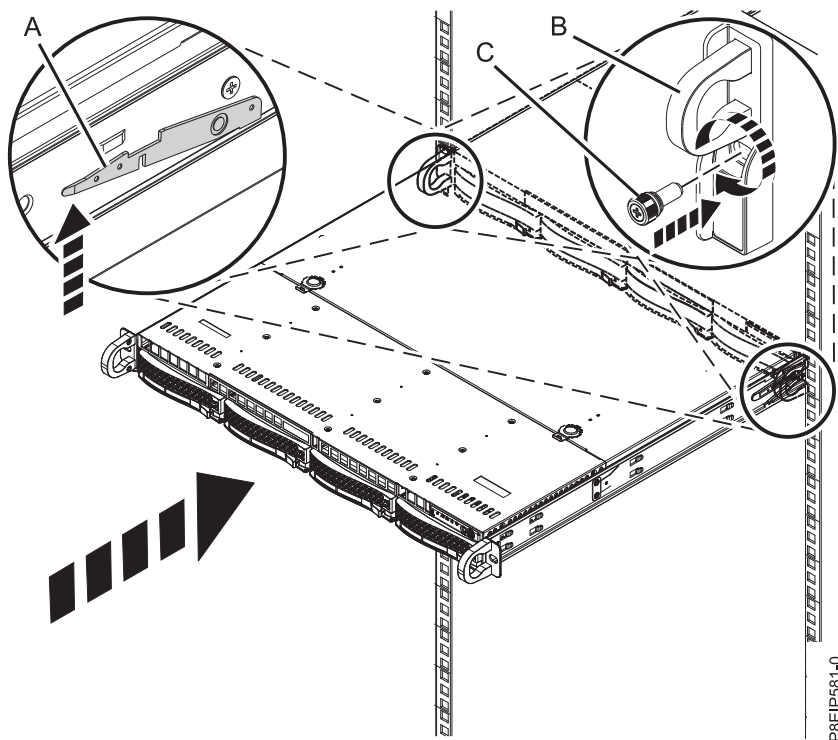

図 70. システムの操作位置への設置
4. レール安全ラッチ (A) を上方に持ち上げて解放し (80 ページの図 70 を参照)、ハンドル (B) を使用してシステムをラックに完全に押し込みます。